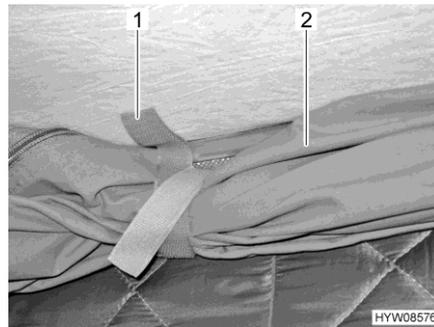

Fig. 50 Passanti di sostegno
- Staccare i passanti di sostegno (Fig. 50,1) che si trovano sul tessuto della tenda avvolto (Fig. 50,2).
- Avvolgere il tessuto della tenda (Fig. 50,2) e fissarlo con i passanti di sostegno (Fig. 50,1).